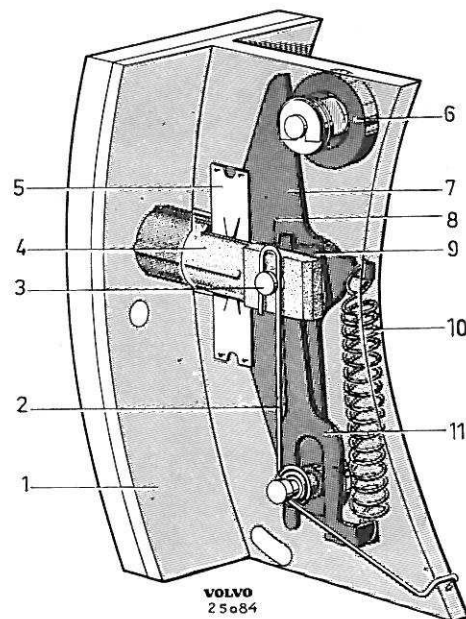

Fig. 8. Dispositif de réglage automatique.
Le dispositif de réglage automatique (Fig. 8) fonctionne de la manière suivante:
Le levier-came (7, Fig. 8) est monté, à son extrémité inférieure, sur le segment (1). Il est muni d'un talon denté (9) et le segment, d'un talon guide (8).
1. Enfoncer le bouchon de contact (4, Fig. 8) et s'assurer que la clavette (11) se trouve en position intérieure.
2. Décrocher le ressort (10) de la clavette et le ressort (2) du bouchon de contact.
3. Enlever le levier-came (7), la clavette (11), le bouchon de contact (4), le ressort amortisseur (5) et le talon guide (8).
1. Monter le talon guide (8, Fig. 8). Remplacer le bouchon de contact et monter le bouchon neuf en place dans le segment de frein. Poser la clavette (11) en place en tournant du côté du talon guide sa face unie.